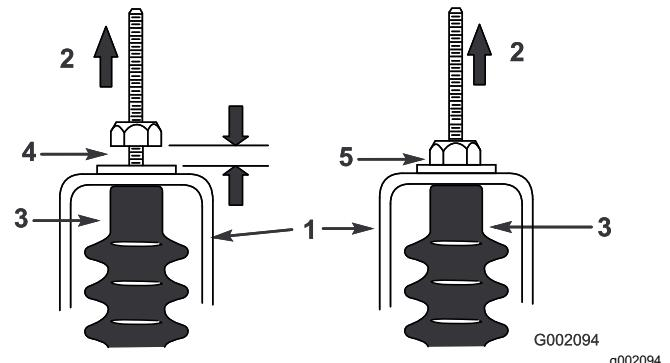

Bild 62
5. Ziehen Sie an jedem Schaltzug, um sicherzustellen, dass der Abstand zwischen der Mutter bzw. Scheibe und der Leerlaufhalterung zwischen 0,76 mm und 1,52 mm liegt (Bild 62).